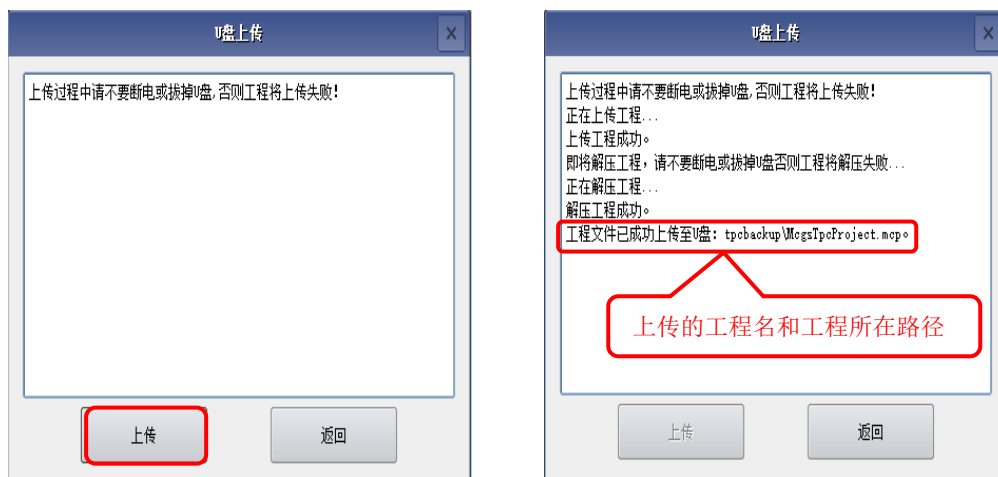

图 2.5-7 完成上传工程到 U 盘
- ③ 如图 2.5-7 所示在 TPC 中工程支持上传的前提下，点击【上传】，工程将被上传到“U 盘 /tpcbackup/McgsTpcProject.mcp”